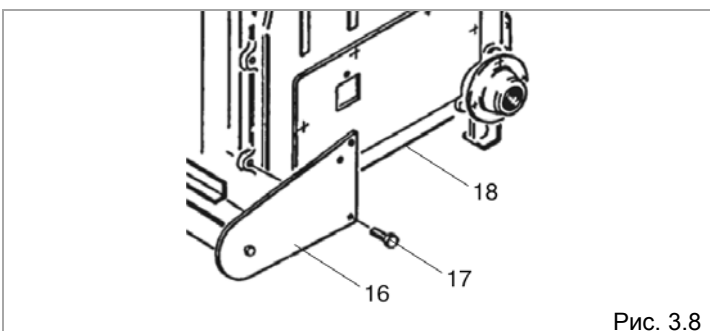

Рис. 3.8
Для установки коллектора горелок (16), навинтите четыре винта с шестигранной головкой М8 х 16 (17) на выступы с резьбой в двух головных частях корпуса котла (18) (Рис. 3.8).